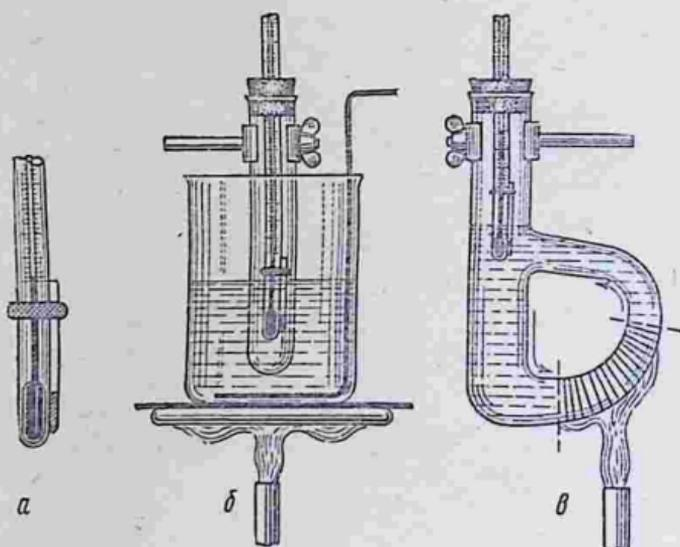

Рис. 3. Прибор для определения температуры плавления:
Резиновым кольцом один из набитых веществом капилляров прикрепляют к термометру так, чтобы концы капилляра и термометра находились на одном уровне (рис. 3, а).
бирку опускают в стакан с водой*, укрепив ее в лапке штатива (рис. 3, б). Нагревают стакан небольшим пламенем газовой горелки, изредка перемешивая воду стеклянной мешалкой. В первом опыте устанавливается ориентировочный интервал температуры плавления. Предположим, что при 60°C вещество находилось в твердом состоянии, а при
** Вместо стакана нередко применяют специальный сосуд, имеющий форму мягкого знака (рис. 3, в).